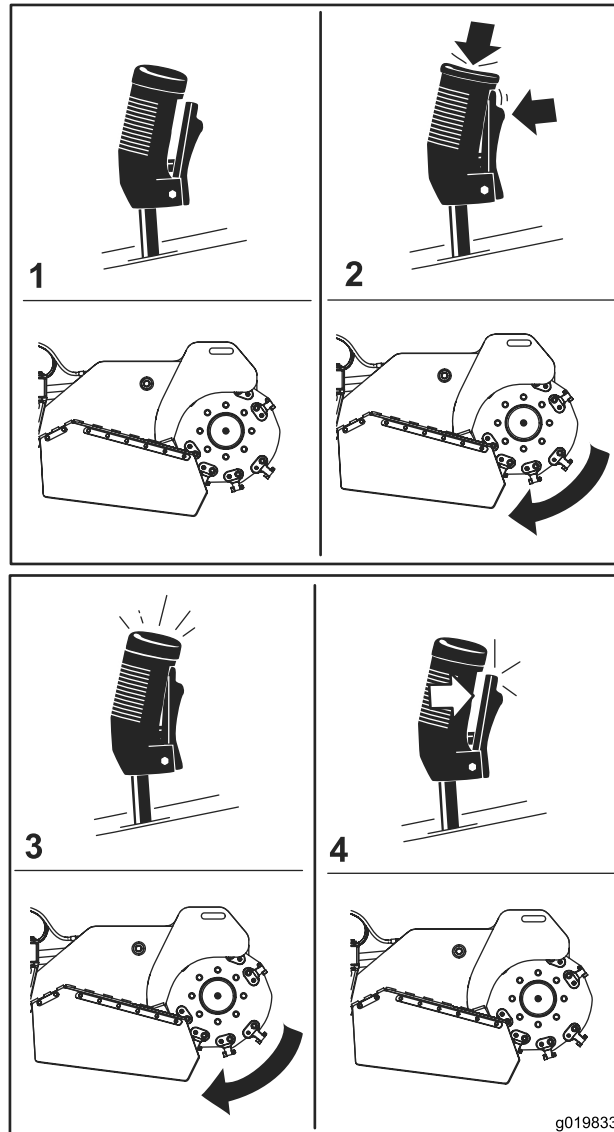

Figura 12
- Pentru a porni maina de frezat (Figura 12), strângeți declanșatorul și apoi apăsați butonul roșu din partea superioară a manetei. Odată ce maina de frezat pornește, puteți elibera butonul roșu.
- Pentru a opri maina de frezat (Figura 12), eliberați declanșatorul mai mult de jumătate de secundă.